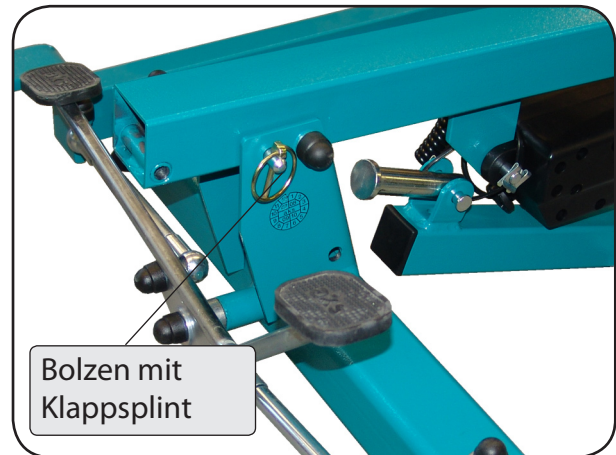

Abbildung 07
2. Entfernen Sie den Klappsplint und danach den Bolzen aus der Bohrung zur Transportsicherung (Abbildung 07).